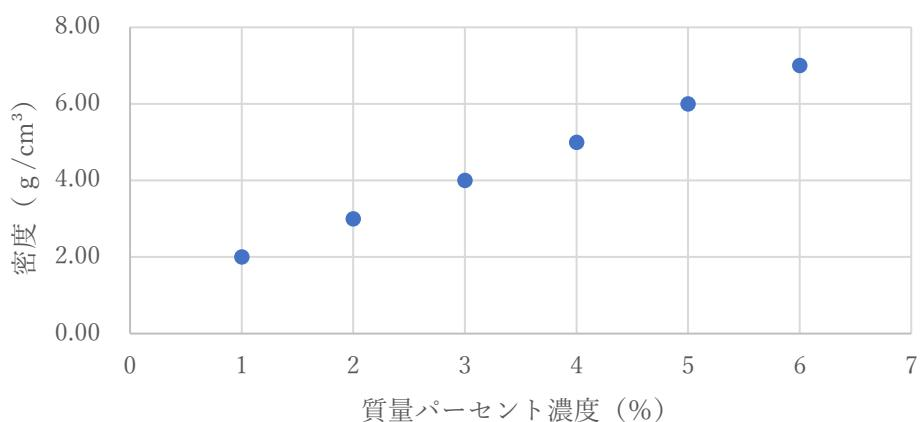

図1 食塩水の質量パーセント濃度と密度の関係
- 図1で作成した検量線の式を求めた結果、 $y = x + 1$ であった。